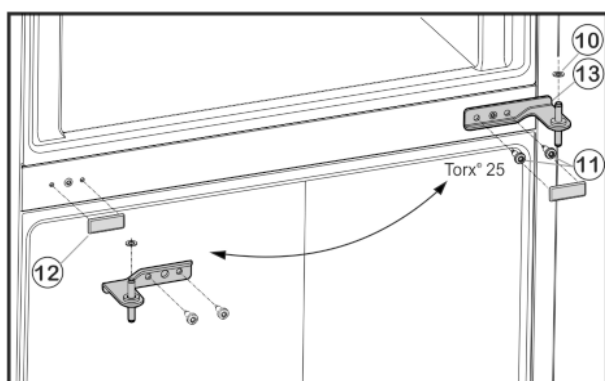

Fig. 5
- Odšroubujte upevňovací šrouby Fig. 5 (11) (2 x Torx® 25) a stojan ložiska uprostřed vytáhněte ze spodních dvířek.
- Vyjměte plastovou podložku Fig. 5 (10).
- Kryt Fig. 5 (12) opatrně stáhněte.
- Kryt Fig. 5 (12) opět nasadte na protilehlé straně.
- Prostřední stojan ložiska Fig. 5 (13) otočený o 180° nasadte do spodních dvířek a našroubujte jej pomocí upevňovacích šroubů Fig. 5 (11) (2 x Torx® 25) pevně na novou stranu závěsu dveří (4 Nm).
- Opět nasadte plastovou podložku Fig. 5 (10).
- Horní dvířka usadte na prostředním ložiskovém čepu Fig. 5 (13).